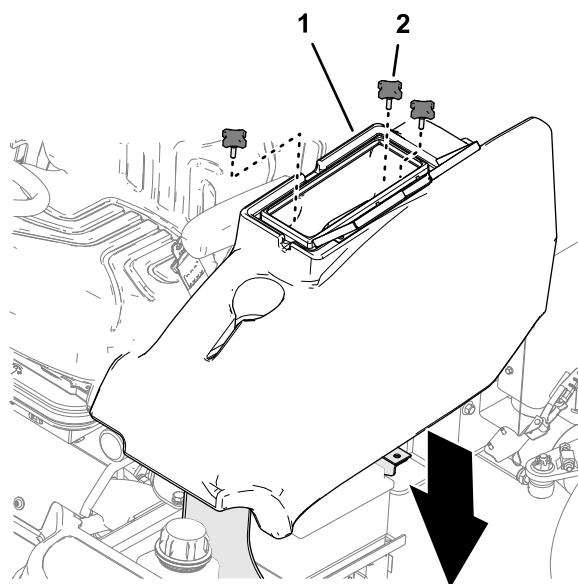

Figura 54
2. Montate il vano portaoggetti alla macchina con le 3 manopole (Figura 54).